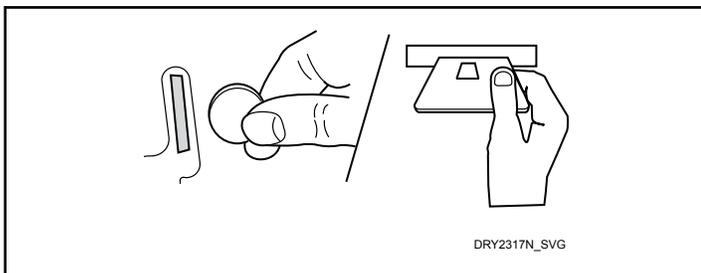

Figura 7
7. Somente para modelos com pagamento automático, fazer o pagamento. Consulte a *Figura 7*.